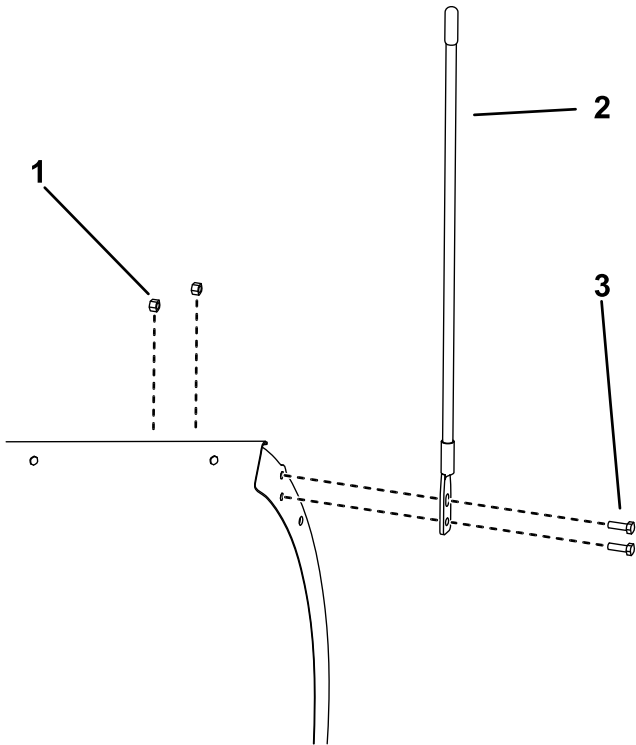

Figura 8
1. Conecte las guías de la pala a la pala del quitanieves con 2 pernos (5/16") y 2 tuercas autoblocantes (Figura 8).